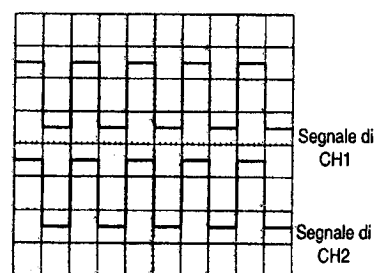

Figura 4-4
Applicare il segnale del calibratore al terminale in ingresso verticale di CH 2 con la sonda come indicato per CH 1. Impostare il commutatore AC-GND-DC su AC. Regolare le manopole POSITION (11) e (19) in modo tale che entrambi i segnali siano visualizzati come mostrato nella figura 4-4.